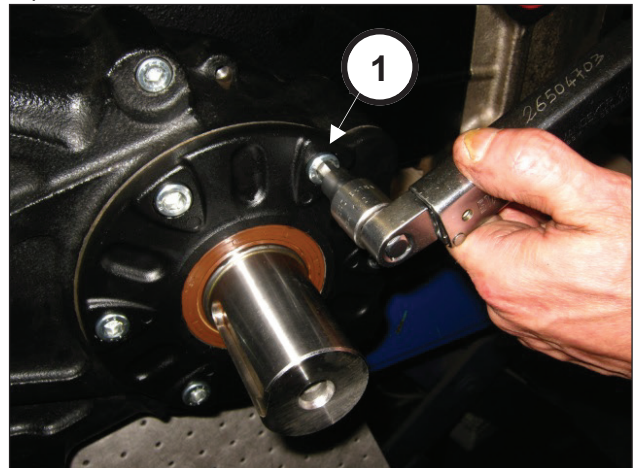

Fig. 88
Aperte os 6 parafusos M10x25 (pos. ①, Fig. 88). calibre os parafusos com chave dinamométrica, conforme indicado no capítulo 3 CALIBRAGEM DO APERTO DOS PARAFUSOS.